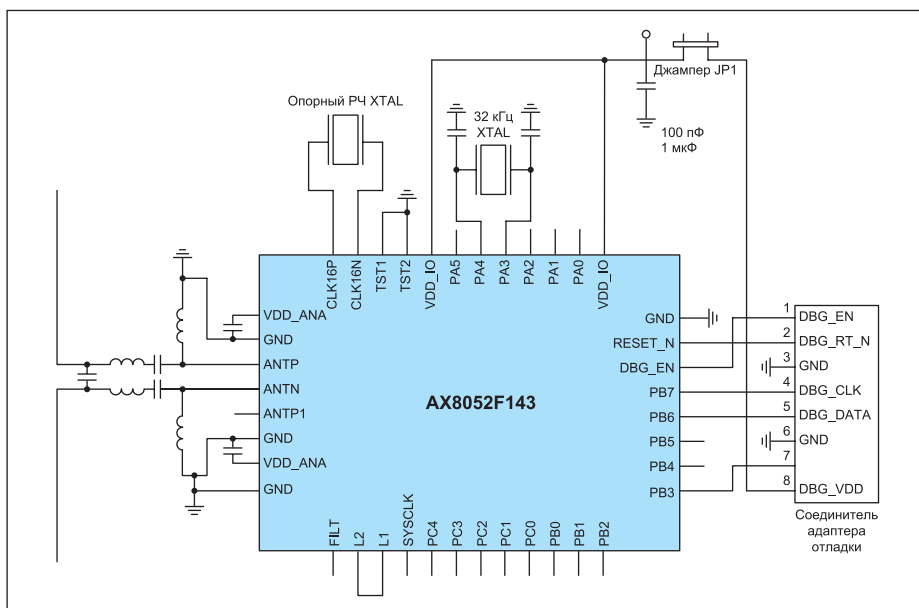

Рис. 9. Схема трансивера с дипольной антенной и отладчиком на основе AX8052F143
Трансивер AX8052F143 использует два режима работы. В одном из них для работы на прием (RX) и передачу (TX) применяются два антенных вывода ANTP и ANTN и внутренний переключатель RX/TX (рис. 9). Этот режим рекомендован для максимальной выходной мощности, наивысшей чувствительности и прямого соединения с дипольными антеннами.